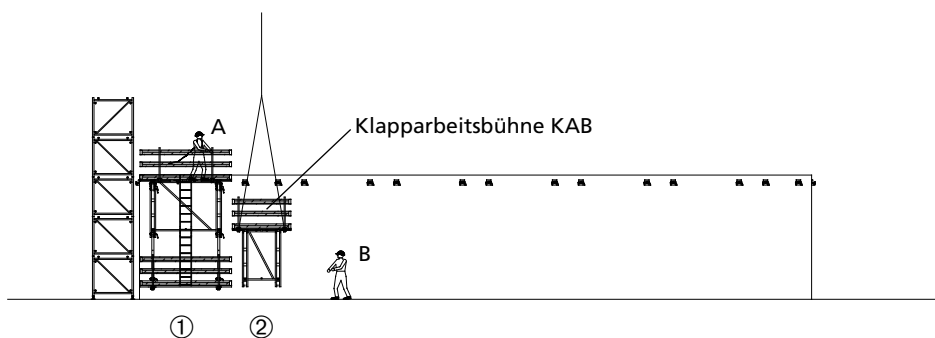

Abb. 28.2
2. Person B hängt am Boden eine Arbeitsbühne KAB (2) an das Krangehänge an. Per Kran wird die Bühne (2) an die Wand geflogen (Abb. 28.2), eingehängt und durch Person A am Einhängeschuh KAB gegen Abheben gesichert (siehe Seite KAB-13). Danach hängt Person A das Krangehänge aus.